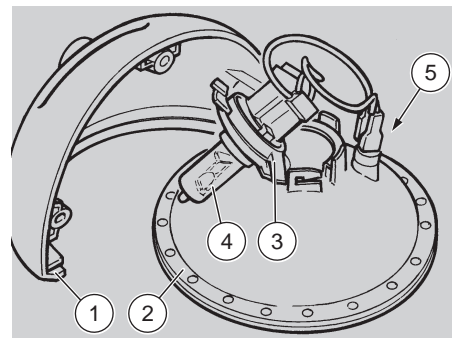

Fig. 58
- ◆ Togliere il semiguscio sinistro (1 - Fig. 58) e la parabola completa (2 - Fig. 58).
- ◆ Togliere il portalampe (3 - Fig. 58) ruotandolo in senso antiorario.
- ◆ Tirare la lampadina (4 - Fig. 58) con cautela ed estrarla.
- ◆ Togliere il portalampe in plastica (5 Fig. 58), posizionato lateralmente alla lampadina luce anabbagliante / abbagliante.